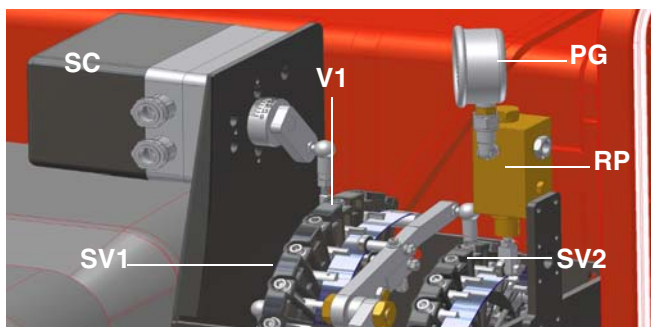

Рис. 29
- 10 для получения максимального расхода дизельного топлива регулировать давление (считывая значения на манометре PG), не изменяя при этом, уже отрегулированный, во время настройки работы на газе, расход воздуха (см. предыдущий параграф): все время проверяя параметры продуктов сгорания, воздействовать на винт варьируемого сектора, соответствующий жидкому топливу **SV2** (см. Рис. 29), но по достижении положения большого пламени.